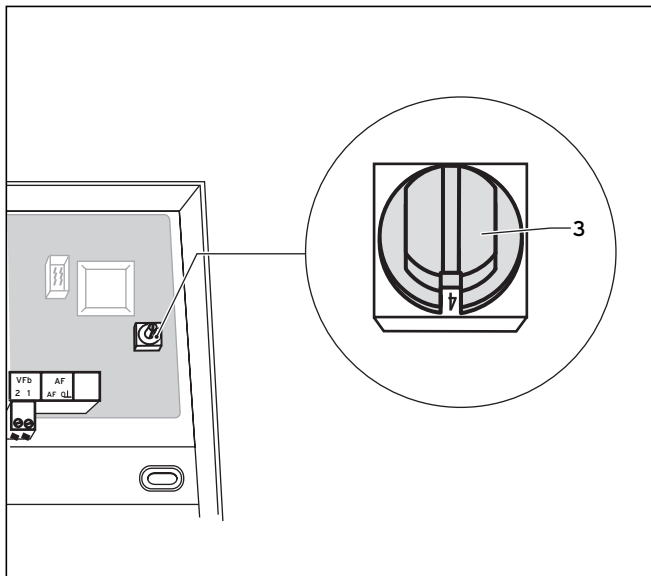

Fig. 5.3 Programación de la dirección de bus
La comunicación interna del sistema se produce a través de un eBUS. Para que la comunicación entre todos los componentes sea perfecta, es necesario que cada circuito de mezcla reciba una dirección unívoca. Para ello debe introducir en el conmutador de direcciones (fig. 5.3 (3)) uno de los valores 4, 6, 8, 10, 12 ó 14, dependiendo de si hay módulos de conexiones eléctricas VR 60 integrados en el sistema.